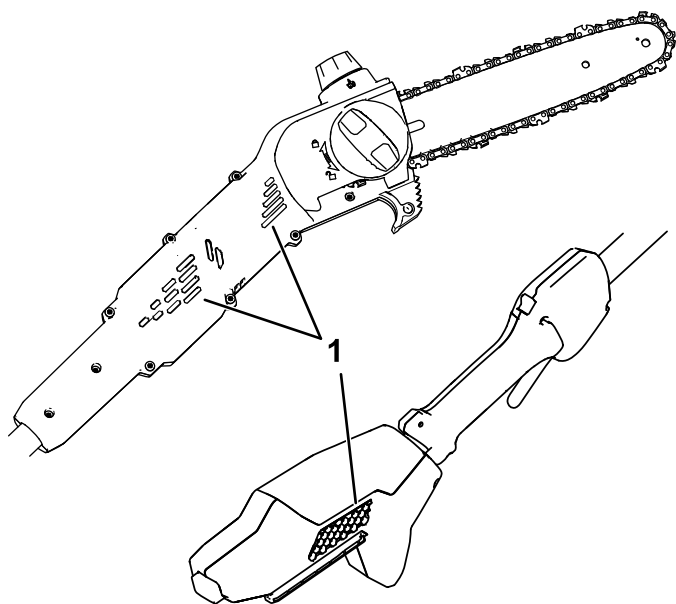

Figura 9
1. Assicuratevi che gli sfriati sulla elettrosegga siano privi di polvere e detriti (Figura 9).